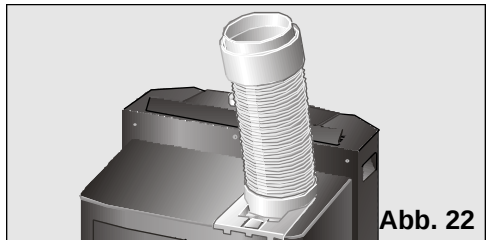

Abb. 22
- ☐ Wir empfehlen, im Luftreinigungsbetrieb, den Abluftschlauch wie in **Abb. 22** dargestellt anzubringen oder abzunehmen.
- ☐ Wir empfehlen, im Heizbetrieb, den Abluftschlauch wie in **Abb. 22** dargestellt anzubringen oder abzunehmen.